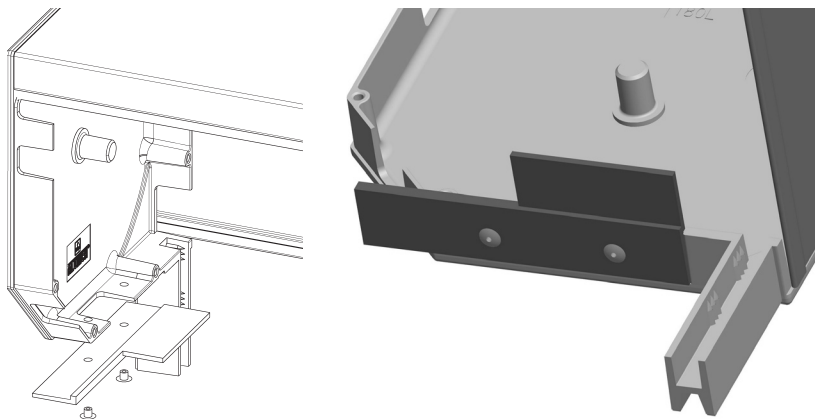

Рис. 5. Положение дистанционной планки на боковой крышке
- 3) узкой стороной установить планку на отбортовку крышки полкой, имеющей уклон (рис. 5);